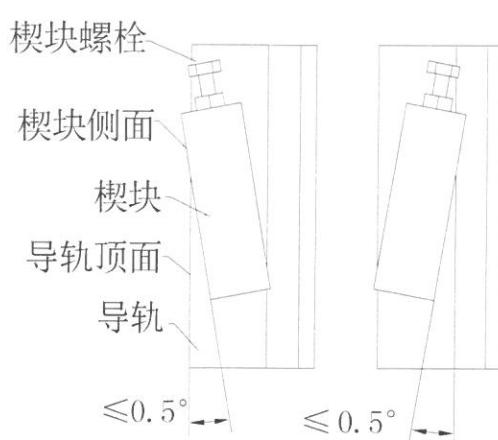

图 6
2.2.5. 安全钳楔块侧面应与导轨顶面平行，最大不超过  $0.5$  度(图 6)。